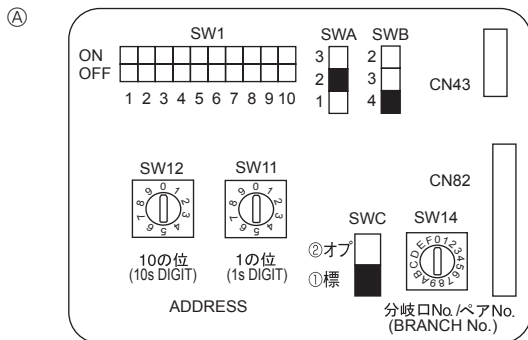

Fig. 5-4
5.5. De aansluitadressen instellen (Fig. 5-4)
5.6. Instellen van schakelaars voor hoge plafonds of bij wijziging van het aantal luchtuitlaten (Fig. 5-4)
①	②	③
④ 4 richtingen	2,5 m	2,7 m	3,5 m
③ 3 richtingen	2,7 m	3,0 m	3,5 m
② 2 richtingen	3,0 m	3,3 m	3,5 m
5.7. De kamertemperatuur oppikken met de ingebouwde sensor in een afstandsbediening (Fig. 5-4)